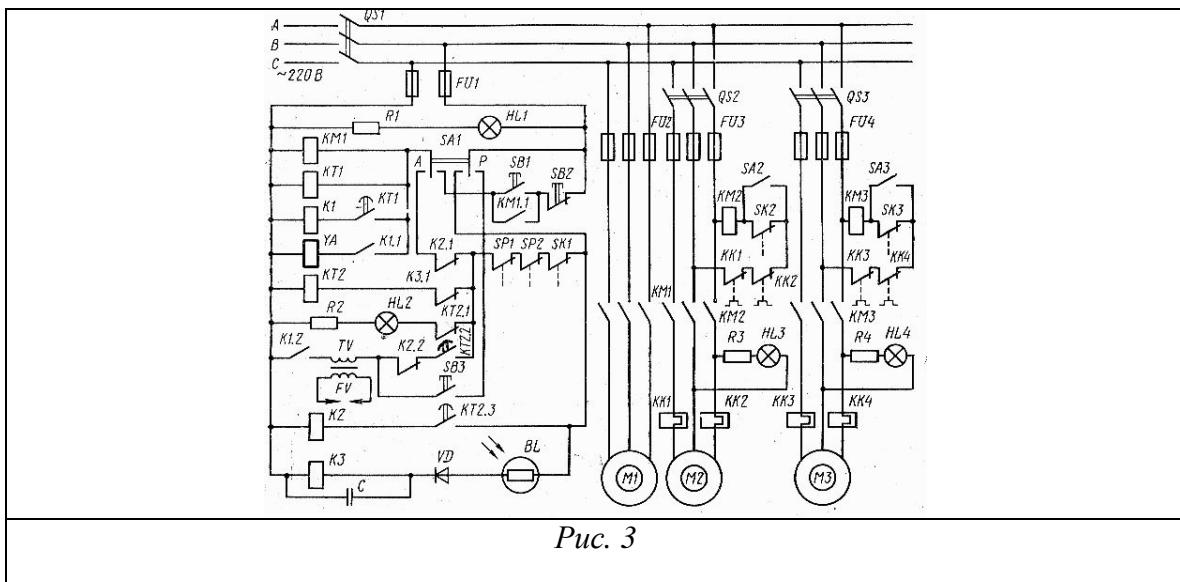

Рис. 3
- Указать элементы электрической принципиальной схемы управления котлоагрегатом КОАВ-68 (рис.3). Объяснить порядок работы схемы в штатных и аварийных ситуациях